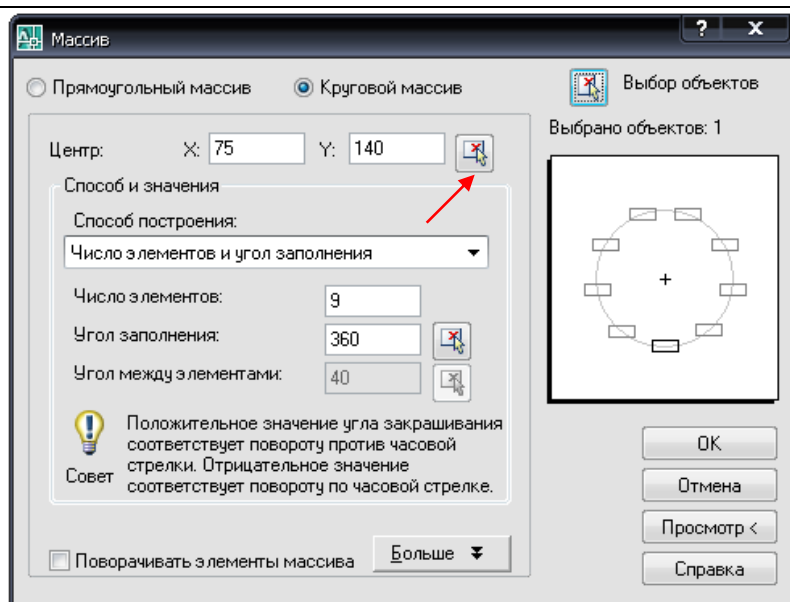

Рис. 4.5
**Шаг 3.** Выбрать в диалоговом окне (рис. 4.5) тип массива **Круговой массив**.